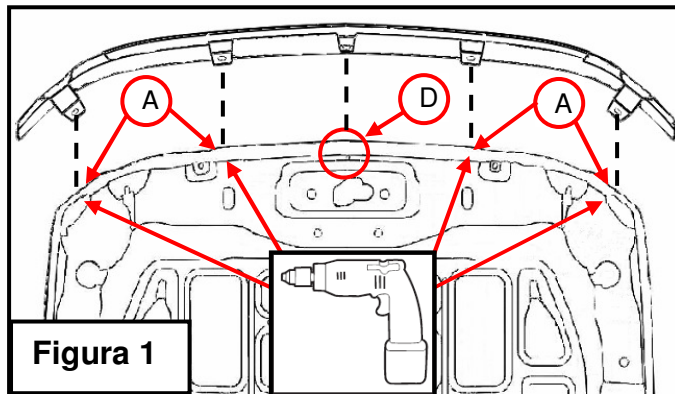

Figura 1
2. Pruebe el ajuste del Deflector de Cofre alineando el punto central de montaje con el centro del cofre del vehículo (**Figura 1**).
4. Retire el Deflector de Cofre Putco del vehículo y perforo orificios usando una broca de 5/32" (**Figura 1**). Use las marcas del punto anterior como referencia.
5. Coloque de nuevo el deflector de cofre en el vehículo alineando los remaches de tuerca ciegos con los orificios en el cofre del vehículo. (**Figura 1**) Coloque el Deflector de Cofre en su lugar comenzando por el centro y trabajando hacia las orillas. Apriete los tornillos solo lo necesario para mantener el Deflector en su lugar.